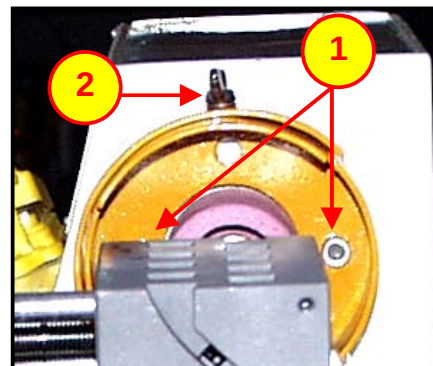

Figura 6 Viti di fissaggio del carter di protezione.
- la parte interna è fissata al carter del motore tramite due viti di fissaggio (rif.1 in Figura 6);
- la parte esterna è scorrevole; per consentire la regolazione della protezione, svitare il dado ad alette (rif. 2 in Figura 6), posto sulla sommità della protezione stessa.
2. Avviare la macchina, premendo l'interruttore verde I (Figura 6) ed assicurarsi che il senso di rotazione dell'utensile sia conforme con quello previsto dal fabbricante.